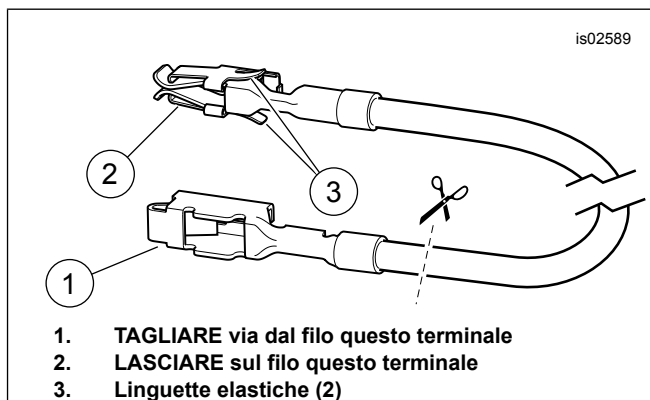

Figura 5. Filo dell'adattatore del pannello fusibili (modelli Dyna e Softail)
3. vedere Figura 12. Prendere dal kit il filo arancione/bianco dell'adattatore del pannello fusibili (11). Ad ogni estremità, prendere nota del terminale (vedere Figura 5 ). Solo il terminale con le linguette elastiche è adatto a questo pannello fusibili. Tagliare con attenzione il terminale non usato via dal filo ed eliminarlo.
- vedere Figura 12. Prendere dal kit il filo arancione/bianco dell'adattatore del pannello fusibili (11). Ad ogni estremità, prendere nota del terminale (vedere Figura 5 ). Solo il terminale con le linguette elastiche è adatto a questo pannello fusibili. Tagliare con attenzione il terminale non usato via dal filo ed eliminarlo.